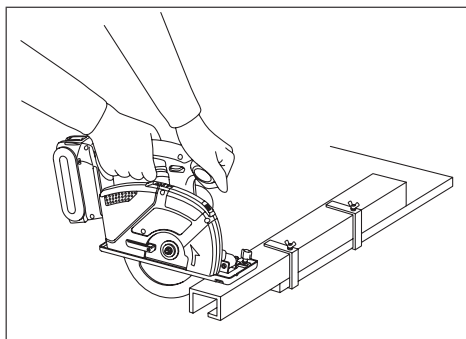
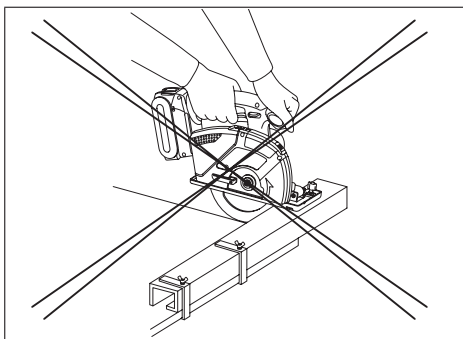

Fig. 17
Fig. 18
1. Anbring det brede stykke af skærepladen på den del af arbejdsstykket, der er solidt understøttet (se Fig. 17), aldrig på det stykke, der falder af, når afskæringen er færdig (se Fig.18). Hold fast i maskinen for ikke at miste kontrollen over den. Skødesløs betjening kan medføre alvorlige personskader.